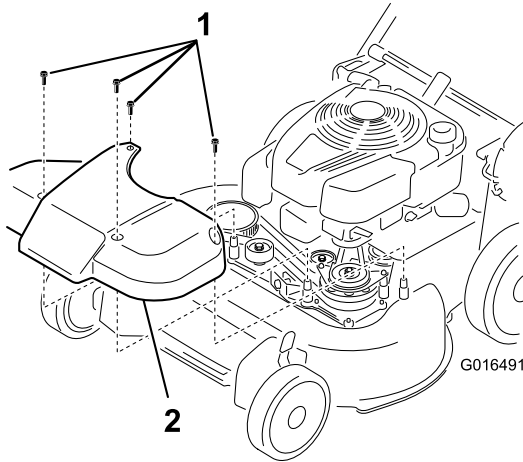

Figura 36
1. Rimuovete il coperchio del sistema di avanzamento lama (Figura 36).